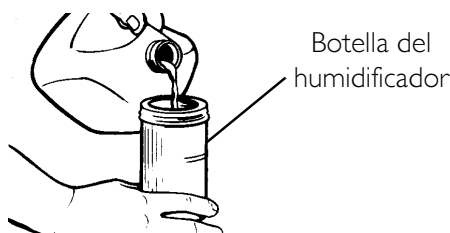
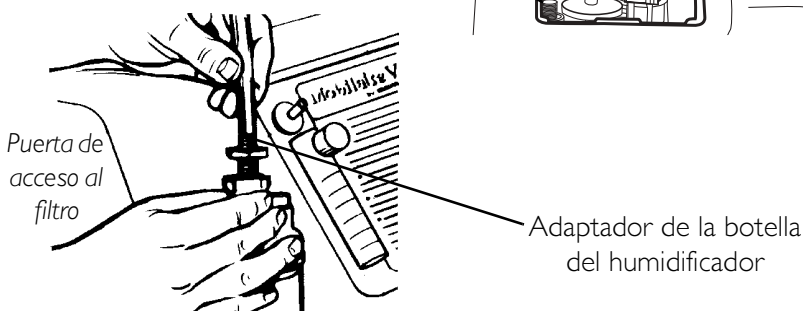
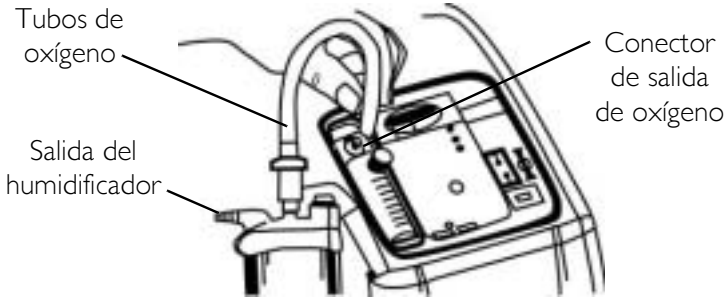

FIGURA 5.1 Llenado del humidificador
FIGURA 5.3 Conexión del adaptador del humidificador
FIGURA 5.4 Conexión de los tubos de oxígeno
NOTA: Para este procedimiento, consulte la FIGURA 5.1, la FIGURA 5.2 en la página 126, la FIGURA 5.3 en la página 127 y la FIGURA 5.4 en la página 128.
3. Retire la puerta de acceso al filtro situada en el lateral del concentrador. Para ello, inserte un destornillador plano en el surco de la placa en el borde superior de la puerta de acceso al filtro y haga palanca suavemente para abrir dicha puerta. Véase el detalle "A" de la FIGURA 5.3.
4. El adaptador del humidificador está situado junto al filtro de entrada. Tire de dicho adaptador hacia arriba para retirarlo. Véase el detalle "B" de la FIGURA 5.3.
5. Conéctelo al humidificador girando la tuerca mariposa en la botella del humidificador en sentido contrario a las agujas del reloj hasta que quede apretada firmemente. Véase el detalle "C" de la FIGURA 5.3.